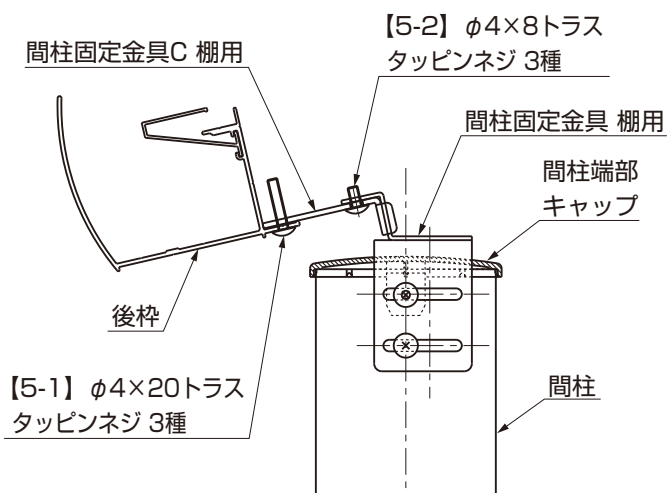

図5-4
- ライブポートII、ルネサポートIIの場合は、間柱固定金具 棚用に間柱固定金具C 棚用を【5-2】で取付けてから後枠を固定してください。(図5-4参照)